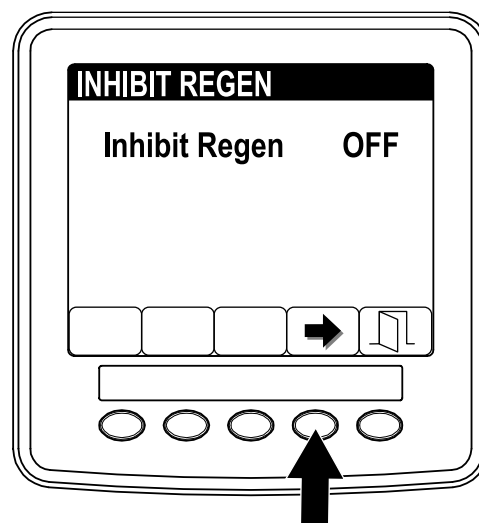

Figura 44
3. Pulse el botón 4 para cambiar el ajuste de Inhibir regeneración de Activado a Desactivado (Figura 44) o de Desactivado a Activado.